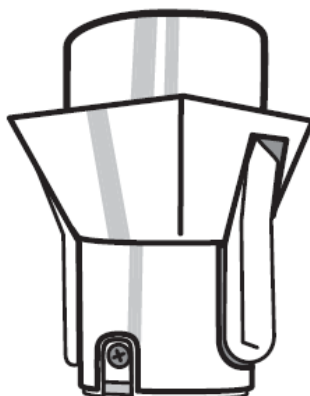

Рисунок 1-13. Адаптер быстрой установки
**Адаптер быстрой установки** (p/n 02-850905-01) устанавливается на вешку для обеспечения быстрого размещения на ней приемника. Используя боковые зажимы, приемник можно быстро установить на вешку и снять с нее (см. рис. 1-13).
**Кабель “ODU на зажимы”** (p/n 14-008097-01LF) позволяет подключить приемник или блок подзарядки к вспомогательной батарее для питания приемника при проведении съемки (см. рис. 1-13).